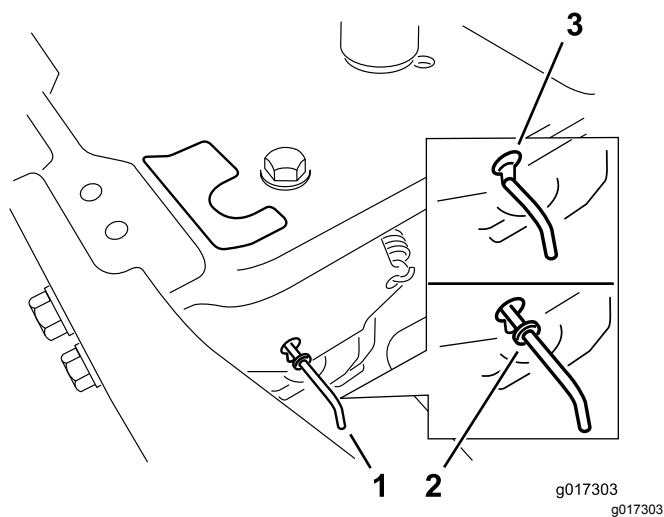

Figura 36
4. Mueva las palancas de desvío hacia delante a través del orificio y hacia abajo para bloquearlas en esa posición (Figura 36).
Mueva las palancas de desvío hacia atrás a través del orificio y hacia abajo para bloquearlas en esa posición, según se muestra en la Figura 36.